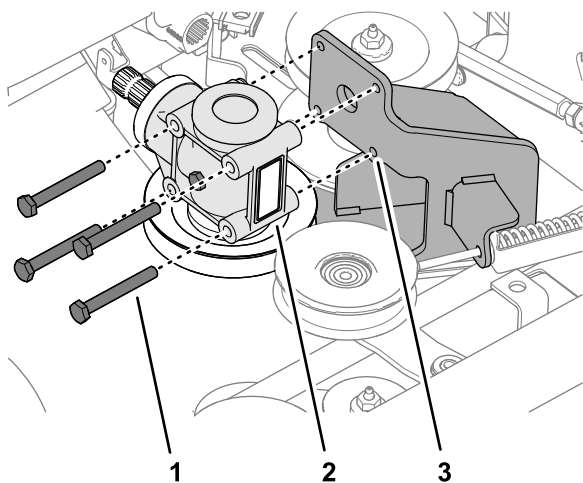

Рисунок 118
2. Отверните 4 болта, которые крепят редуктор деки газонокосилки к опоре редуктора (Рисунок 118).
1. Совместите отверстия редуктора деки газонокосилки с отверстиями в опоре редуктора; см. Рисунок 118 в разделе Снятие редуктора (страница 86).